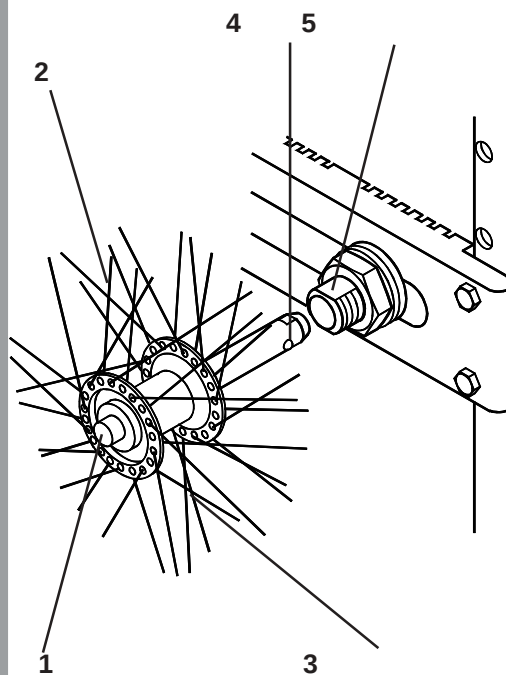

Fig. 19
Om de quick release assen (Fig. 19) te verwijderen, drukt u de quick release knop (1) op de as met uw duim in, terwijl u het wiel, door de spaken (2) heen, aan de naaf (3) vasthoudt. Met de quick release knop ingedrukt en het terwijl u het wiel stevig vasthoudt, trekt u de as en de naaf uit elkaar. Voor het terugplaatsen van het wiel op de rolstoel, drukt u de quick release knop (1) op de as in en schuift u, terwijl u het wiel stevig vasthoudt, de as in de geleider totdat deze vergrendelt. Verzekeer u ervan dat de twee vergrendelpennen (4) te zien zijn aan de buitenkant van de geleider (5).